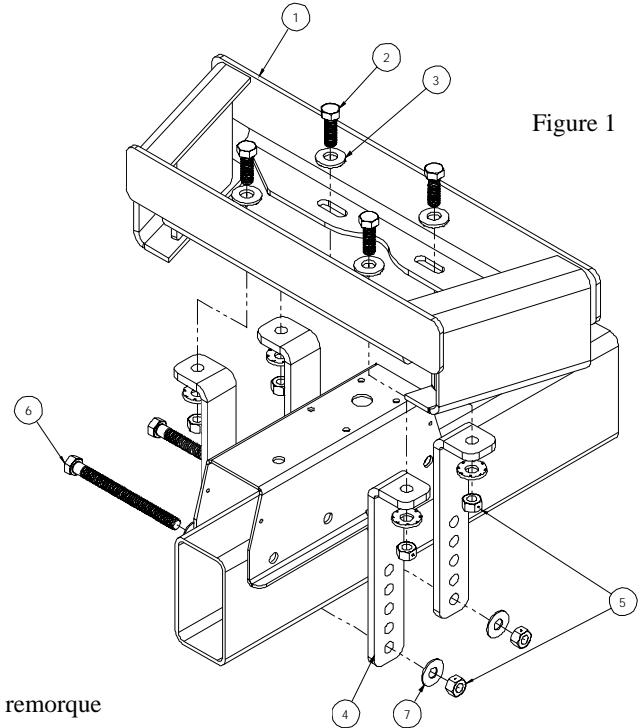

Figure 1
①	Qté (1)	Traverse	⑤	Qté (6)	Contre-écrou hexagonal, 1/2-13
②	Qté (4)	Boulon hexagonal, 1/2-13 x 1.50 Lg. GR5	⑥	Qté (2)	Boulon hexagonal, 1/2 - 13 x 6.00 Lg. GR5
③	Qté (8)	Rondelle conique dentée, 1/2	⑦	Qté (4)	Rondelle plate, 1/2
④	Qté (2)	Cornière
**APPLICATION :** Cet adaptateur est destiné à servir de plateforme de montage pour utilisation avec les articles de Cequent Towing Products suivants : barre ronde répartitrice de charge (Weight Distributing Round bar), barre à tourillon (carrée) (Trunnion bar) ou ensembles Pro Series SC WD jusqu'à une capacité de poids maximal au timon de 1 400 livres (635 kg) comme le montre la figure 1. Si pôle tongue adaptateur est utilisé comme figure 2-poids remorque maximale de 12 000 livres (5443 kg) avec un poids de langue maternelle max de 1 200 livres (544 kg).
1. Centrez la traverse (1) sur la flèche de remorque à environ 29 po vers l'arrière à partir du centre du coupleur. Cette distance variera selon le modèle de système WD utilisé.
2. Fixer sans trop serrer deux (2) cornières (article 4) à la traverse à l'aide de boulons hex. 1/2" x 1.50 et leurs rondelles coniques dentées et contre-écrous hexagonaux, comme illustré.
3. Faire glisser les cornières (article 4) fermement contre le côté de la flèche de remorque. Serrer tous les quatre (4) boulons hex. 1/2 x 1.50.